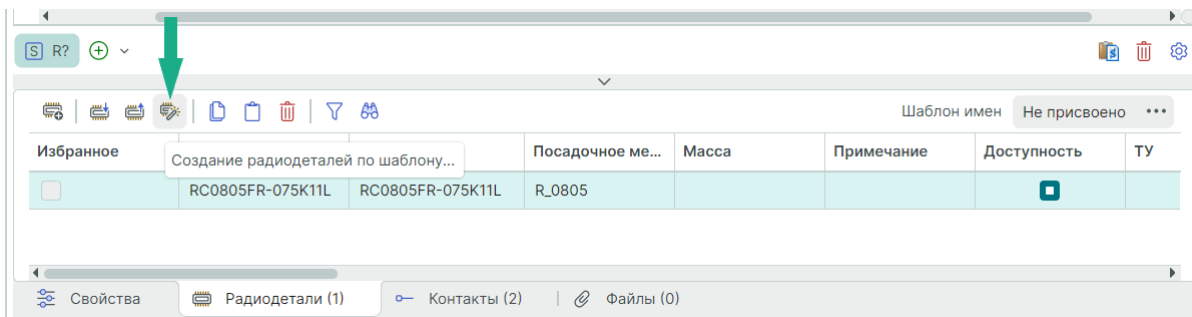

Рис. 309 Вызов генератора компонентов
1. Нажмите на иконку  «Создание радиодеталей по шаблону», расположенную на панели инструментов вкладки «Радиодетали» в редакторе компонентов, см. Рис. 309.